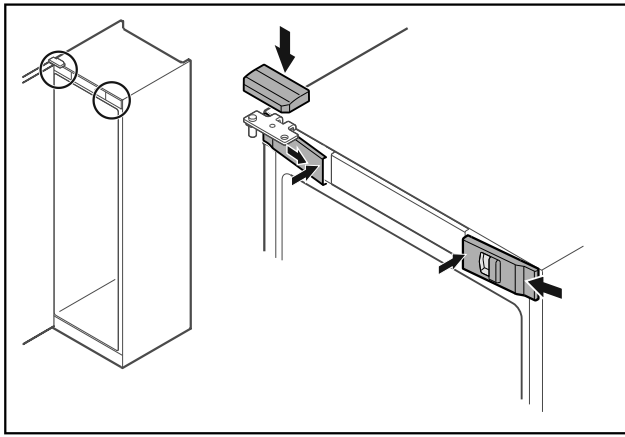

Fig. 52
- ▶ Voorste afdekkingen Fig. 52 (1) zijdelings aanbrengen en van binnen vastklikken.
- ▶ Bovenste afdekking Fig. 52 (2) van boven vastklikken.